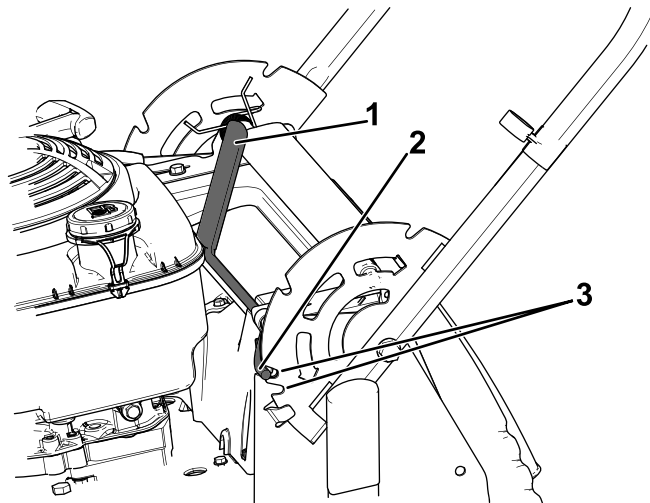

Figure 12
1. Tirez le levier de verrouillage du guidon vers l'arrière pour dégager les goupilles de verrouillage du guidon (Figure 12).
2. Faites tourner le guidon et alignez le cran voulu dans le support de guidon avec les goupilles de verrouillage du guidon; voir Figure 12.